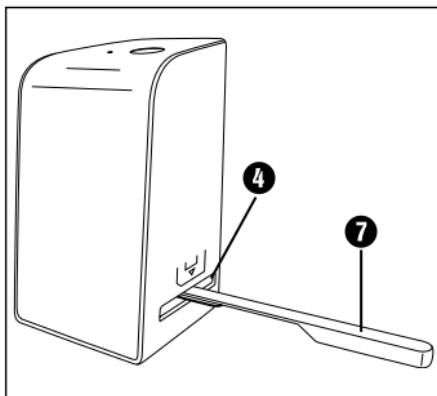

Abbildung 3
- ◆ Reinigen Sie die Oberfläche der Hintergrundbeleuchtung im Inneren des Gerätes mit der Reinigungsbürste ⑦. Schieben Sie dazu die Reinigungsbürste mit der Reinigungsfläche nach unten nur in den rechten Einschub ④ (siehe Abbildung 3).